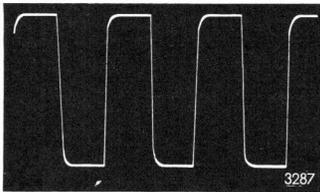

Bild 14. Rechteckwiedergabe des Y-Verstärkers (20 kHz)
b. Die Rechteckwiedergabe in allen Abschwächerstellungen bei einer Frequenz von 20 kHz prüfen. Die Spannungsform muß gemäß Bild 14 sein.